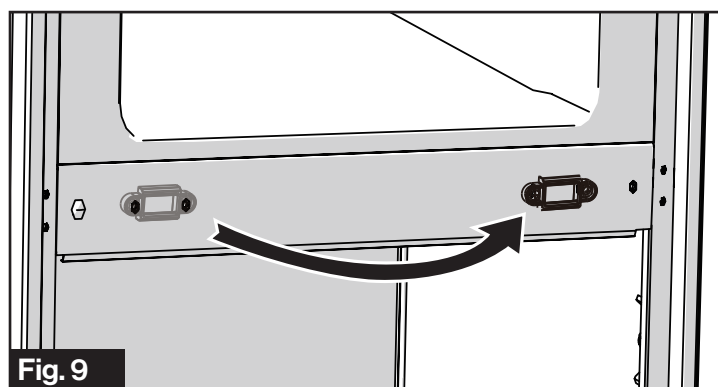

Fig. 9
6. Dévissez les vis de fixation du support de la serrure de porte, puis placez-les sur le côté opposé. (Fig. 9)